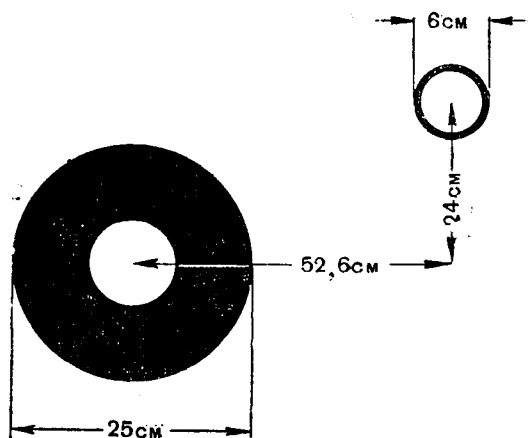

Рис. 23. Мишень для проверки боя пулемёта ДТ, спаренного с пушкой ЗИС-С53
1. Для проверки боя пулемёта применяется пристрелочная мишень (рис. 23), точкой прицеливания (оптического прицела) которой служит центр черного круга диаметром 25 см. Контрольная (пристрелочная) точка наносится правее от точки прицеливания на 52,6 см, с превышением на 24 см в виде круга диаметром 6 см. Мишень устанавливается на дистанции 100 м.